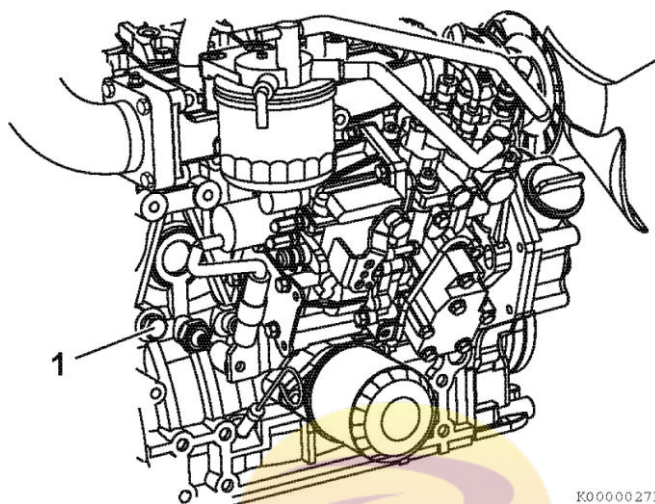

Рисунок 53
- На моделях двигателя, не оснащенных масляным радиатором, открутите сливную пробку охлаждающей жидкости (рисунок 53(1)) из блока цилиндров.